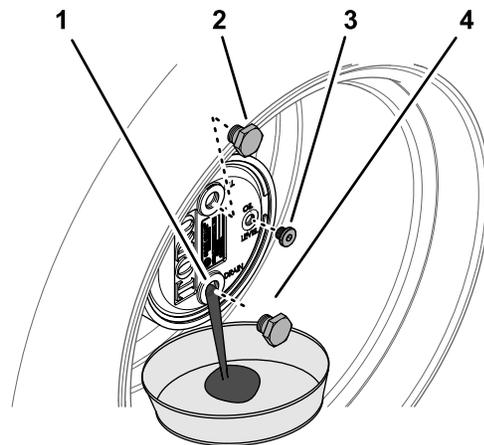

Figura 60
2. Rimuovete il tappo di riempimento nella posizione a ore 12 e il tappo di controllo nella posizione a ore 3 (Figura 60).
3. Mettete una bacinella sotto il mozzo del planetario, togliete il tappo di spurgo nella posizione a ore 6 e lasciate defluire l'olio (Figura 60).
5. Inserite il tappo di spurgo nel foro di spurgo dell'alloggiamento degli ingranaggi planetari (Figura 60).